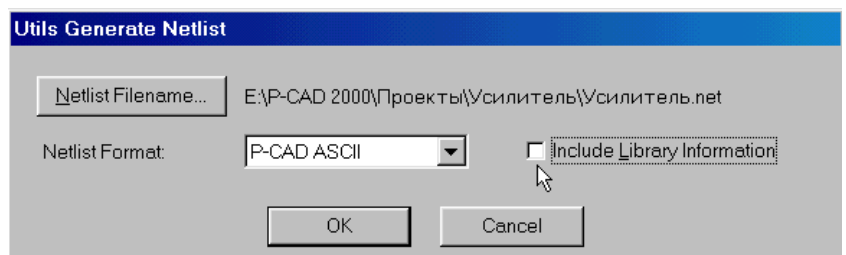

Рис. 6-45. Выбор формата списка цепей
2) На панели **Utils Generate Netlist** (см. рис. 6-45) в окне *Netlist Format* (формат списка цепей) выберите формат P-CAD ASCII.